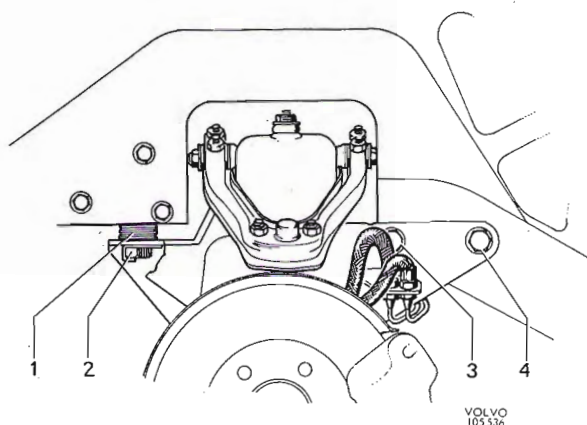
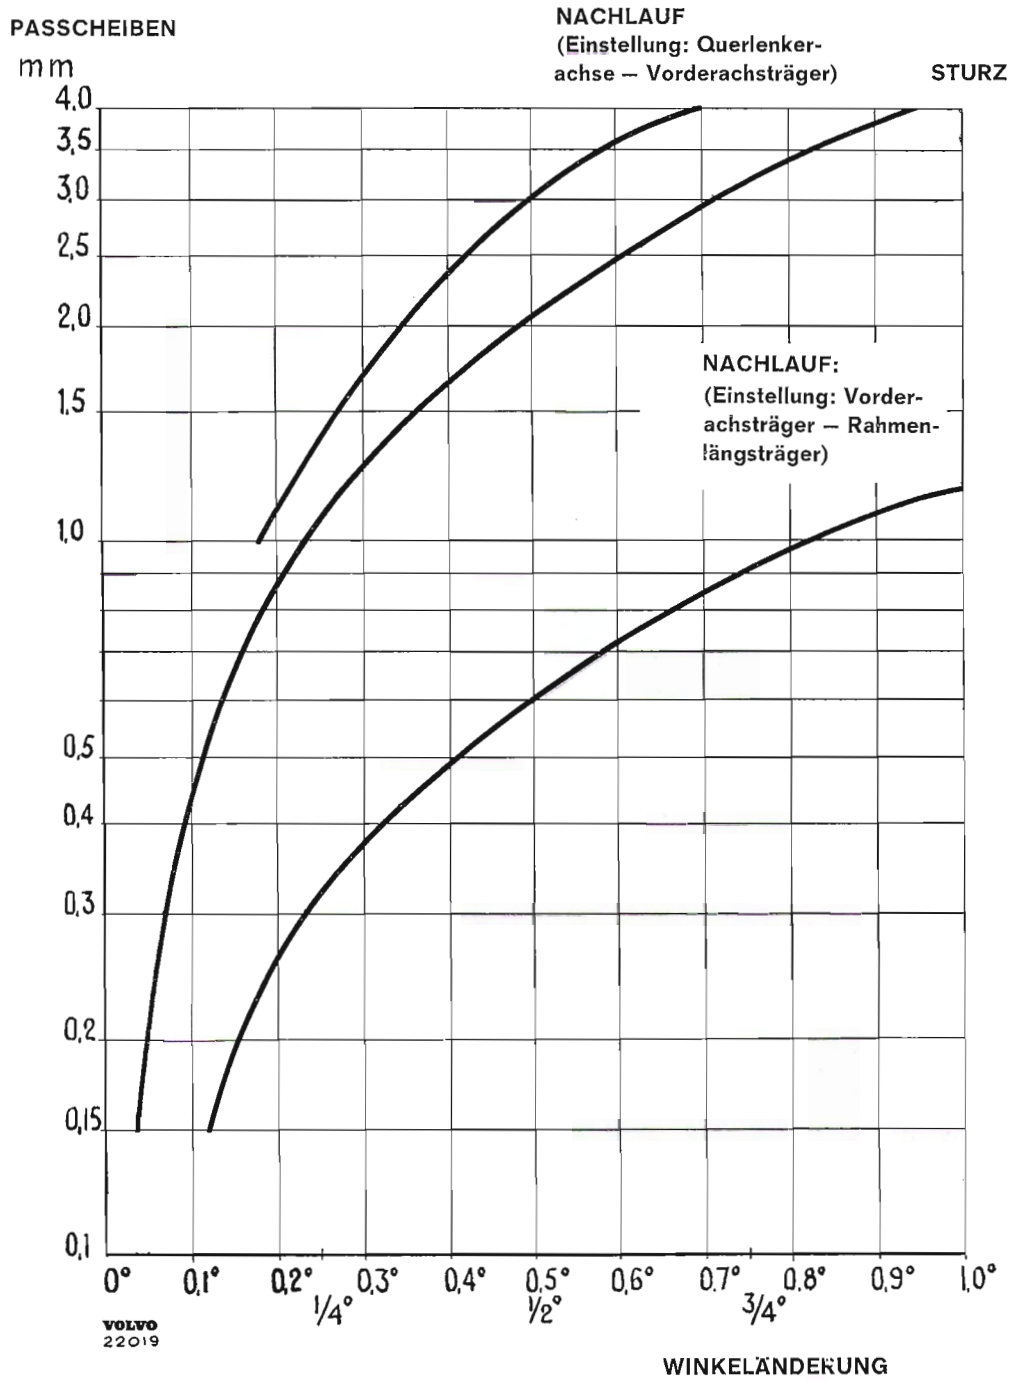

Abb. 9 Einstellvorrichtung für Nachlauf, Vorderachsträger – Rahmenlängsträger
Abb. 10 Diagram: Sturz und Nachlauf
achsträger und dem Rahmenlängsträger (1, Abb. 9) beigelegt bzw. entfernt werden. Während durch Umschichtung der der Paßscheiben zwischen Querlenkerachse und Vorderachsträger nur der Nachlaufwinkel geändert wird, ändert sich bei Variation der Paßscheibenzahl zwischen Vorderachsträger und Rahmenlängsträger gleichzeitig auch der Sturzwinkel.
Der Nachlauf wird **positiver**, indem entweder Paßscheiben an der hinteren Schraube hinzugelegt bzw. an der vorderen Scheibe entfernt werden. Die für eine gewisse Winkeländerung erforderliche Stärke der Paßscheiben ist dem Diagramm (Abb. 10) zu entnehmen.
Befestigungsschrauben (2, 3 und 4, Abb. 9) lösen. Errechnete Anzahl Paßscheiben hinzulegen bzw. entfernen. Die für eine gewisse Winkeländerung erforderliche Stärke der Paßscheiben ist dem Diagramm (Abb. 10) zu entnehmen. Paßscheiben sind in den Dicken 2 mm und 3 mm vorhanden.
Die für eine gewisse Winkeländerung erforderliche Stärke von Paßscheiben ist dem Diagramm (Abb. 10) zu entnehmen. Paßscheiben sind in den Dicken 0,15 – 0,5 – 1,0 – 3,0 und 6,0 mm vorhanden. Damit der Nachlauf unverändert bleibt, muß an beiden Schrauben die gleiche Anzahl Paßscheiben entfernt bzw. hinzugelegt werden.
Die Drehung der Räder nach außen wird durch Anschlagsschrauben am Lenkstockhebel (Abb. 10) und am Umlenkhebel begrenzt. Die Radeinschlagwinkel werden wie folgt eingestellt:
8. Vorderachsträger mit einem Wagenheber abstützen. Befestigungsschrauben (2, 3 und 4, Abb. 9) des Vorderachsträgers lösen und die Paßscheiben (1) aufbewahren.